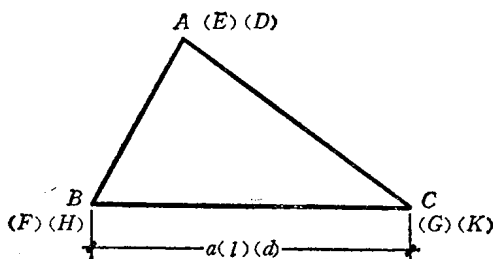

图 1-1
(3) 还有一类符号是任意选用的，没有什么特殊要求和限制，也没有通用性，例如图1-1所示的三角形，三个顶点用 A 、 B 、 C 表示就可以，如果觉得不方便（例如已有一个三角形的三顶点用 A 、 B 、 C 表示，这个三角形的三顶点再用 A 、 B 、 C 表示，就会产生混淆），那么也可以采用 E 、 F 、 G （或 D 、 H 、 K 等）。而三角形的边长可以用 a 表示，也可以用 l 或 d 等表示。不过选用这类符号时，也要照顾到习惯条件，例如三角形的顶点通常是用大写字母、边长通常是用小写字母表示，如果“顶点 A ”改为“顶点 a ”，那就不妥了。